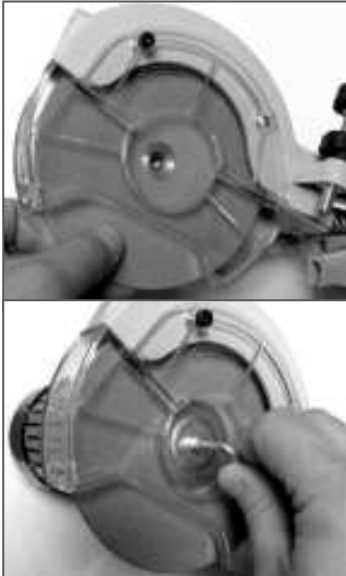

Рис. 5 Установка ато ного диска
4. Установите заточной диск на фланец, установите прижимную шайбу и затяните винт крепления заточного диска (Рис. 5). Зафиксируйте вал электродвигателя от проворачивания, удерживая заточной диск другой рукой.